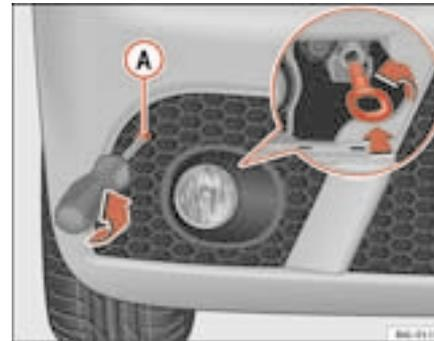

Fig. 166 Argola de rebocagem dianteira
- Extraia o parafuso  ⇒ página 235, fig. 166.